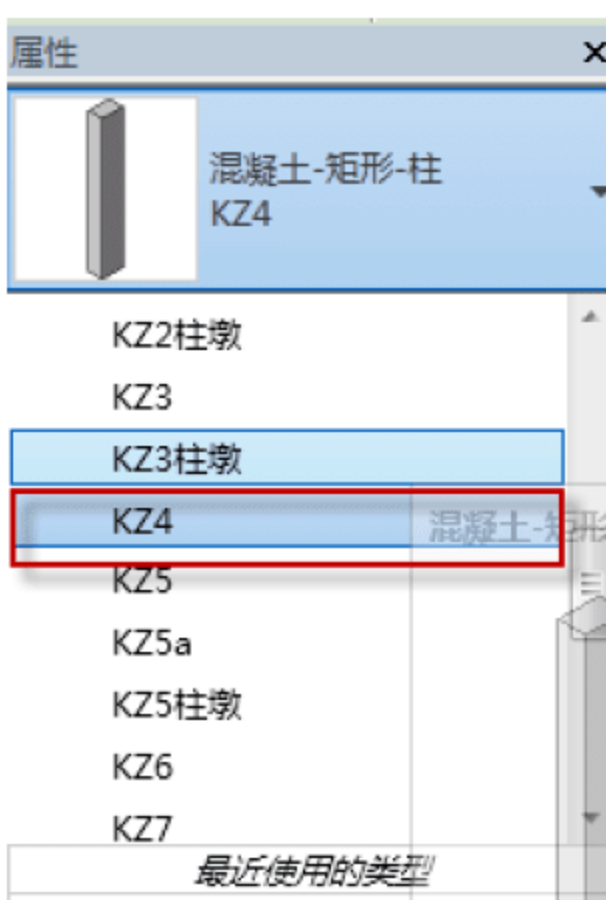
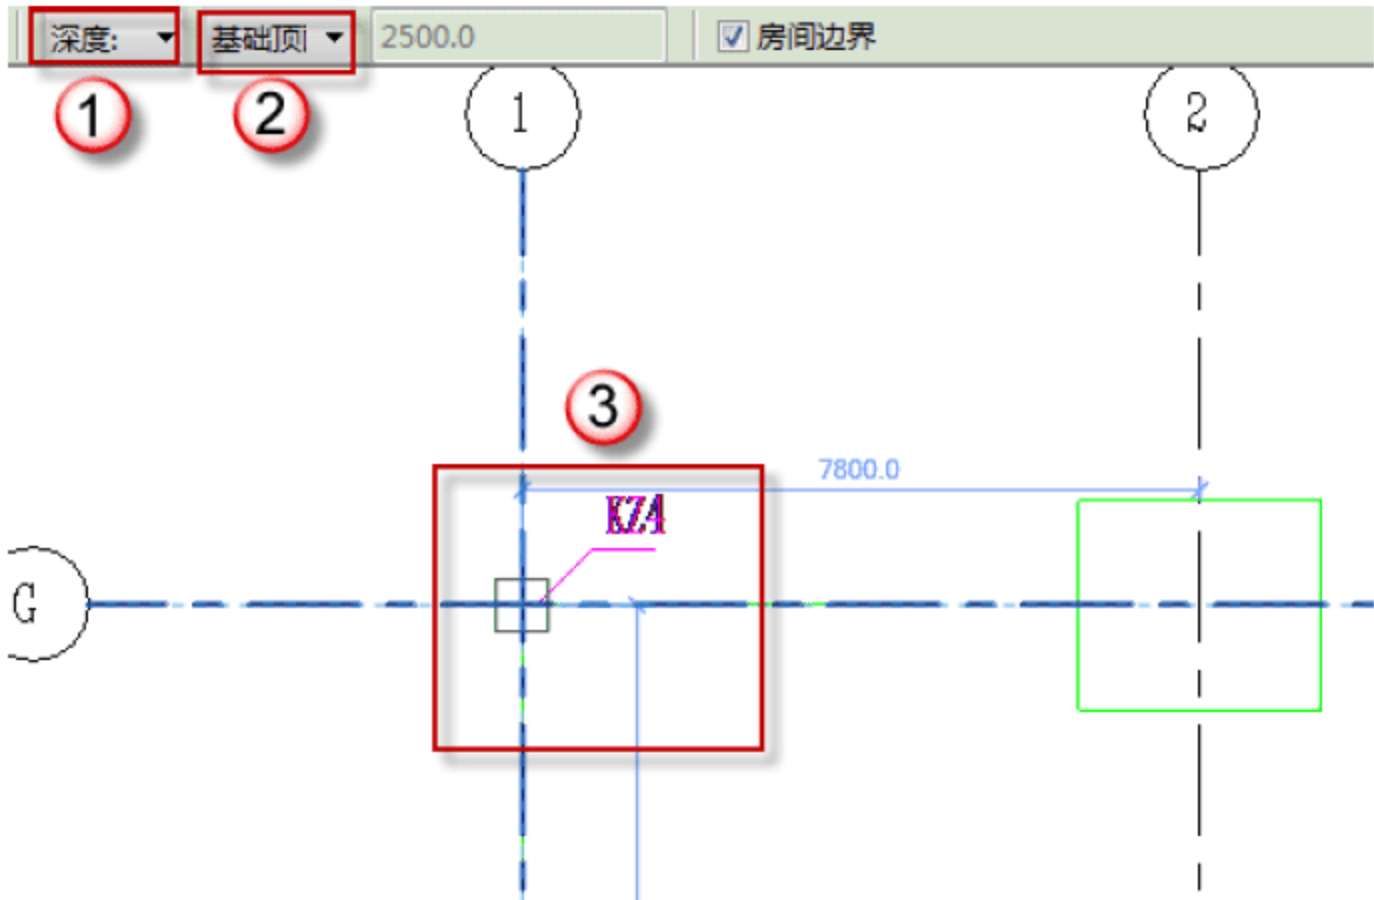

图 3.1.30 KZ4 属性
图 3.1.31 KZ4 的绘制
(16) 建立柱 KZ4。按快捷键 C+L（绘制结构柱），在“属性”面板中选择“混凝土-矩形-柱”柱类型，选择 KZ4 框柱，如图 3.1.30 所示。然后选择“深度”→“基础顶”选项，最后将 KZ4 绘制在柱定位处，如图 3.1.31 所示。